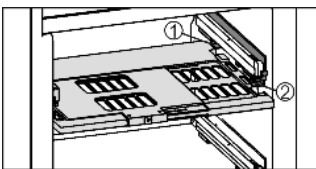

Fig. 9
- ▶ Feuchteregulierungsplatte einsetzen: Deckelstege der Platte von unten in die hintere Halterung Fig. 9 (1) einführen und vorne in die Halterung Fig. 9 (2) einrasten.